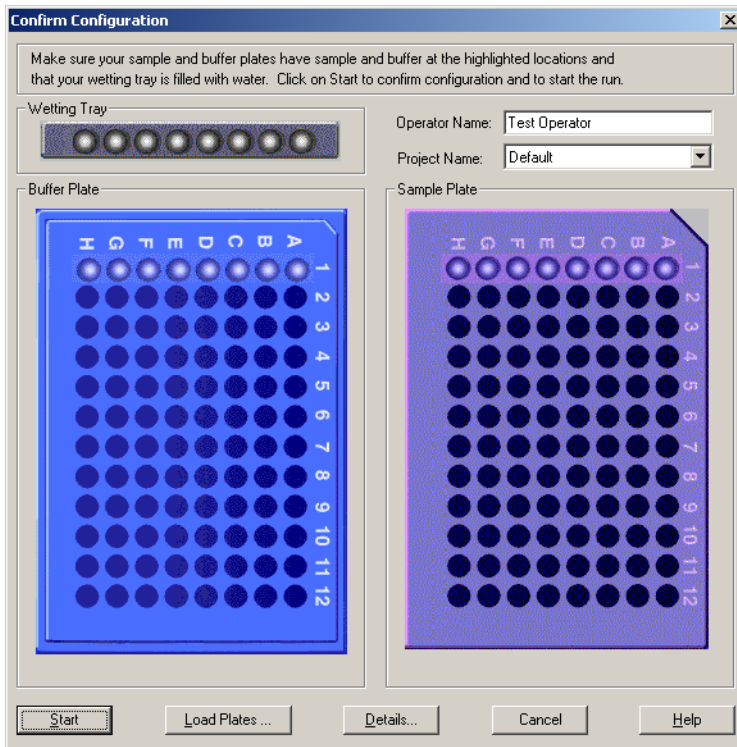

图 1.17 确认配置对话框
3. 在 **Confirm Configuration**（确认配置）对话框中（图 1.17），检查样品和缓冲液的位置。